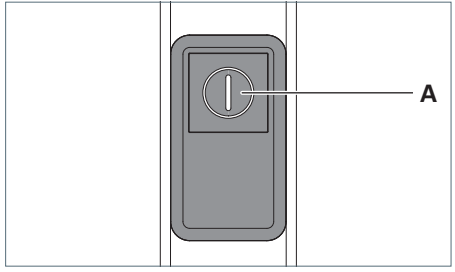

Fig. 18: Élément de commande.
- Appuyez sur la touche **A** sept fois de suite rapidement, voir Fig. 18.
- Appuyez sur la touche **A**, voir Fig. 18.
- Appuyez sur la touche **A** et maintenez-la enfoncée, voir Fig. 18.